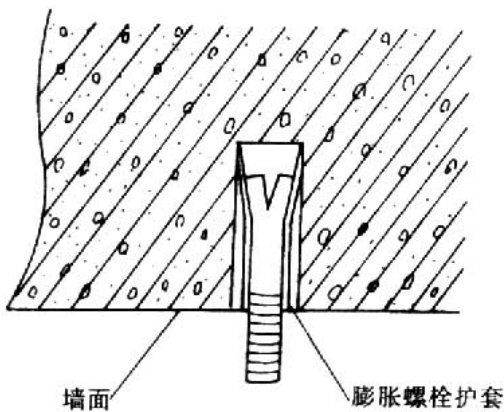

图5-15
3.3.2.1 打膨胀螺栓孔，位置要精确且要垂直于墙面，深度要合适。一般以膨胀螺栓被固定后，护套外端面和墙壁表面相平为宜（图5-15）。